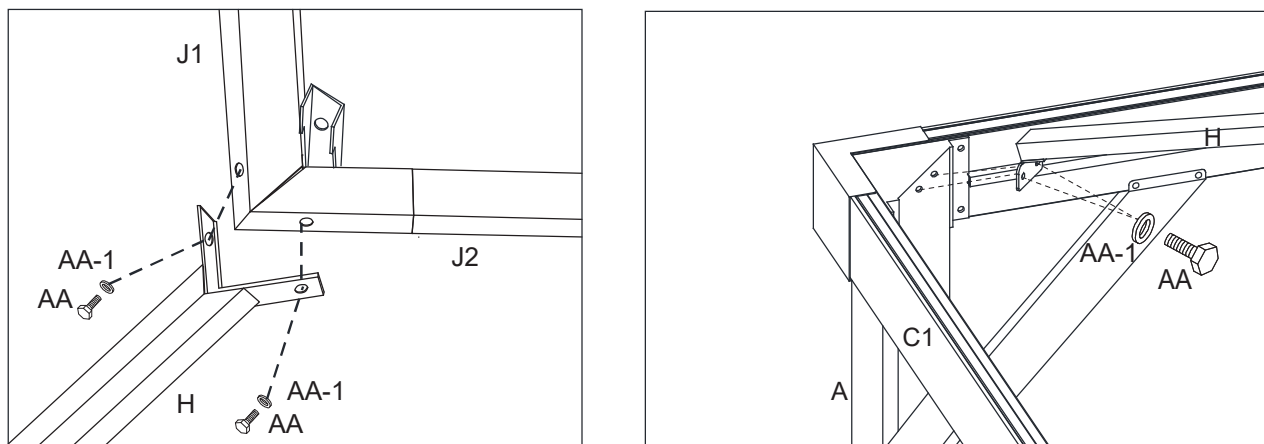
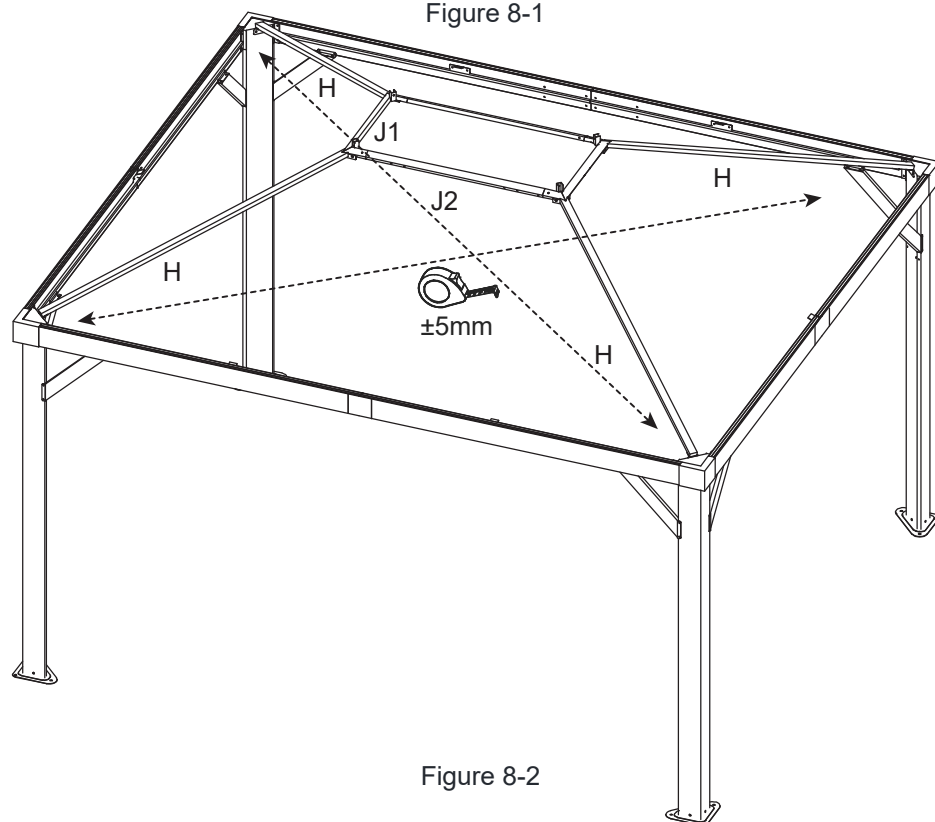

Figure 8-1
Figure 8-2
8.1. Assembler les supports d'angle du toit principal (H) au connecteur court (J1) au cadre central du toit principal et aux poteaux d'angle (A) à l'aide de boulons (AA) et de rondelles (AA-1). Voir la figure 8-1.
**Remarque:** Vous aurez besoin d'une deuxième personne pour tenir le cadre central du toit principal pendant que vous attachez le support d'angle du toit principal (H).
**Remarque:** les mesures diagonales d'un coin à l'autre doivent être à 5 mm de près. Voir la figure 8-2.